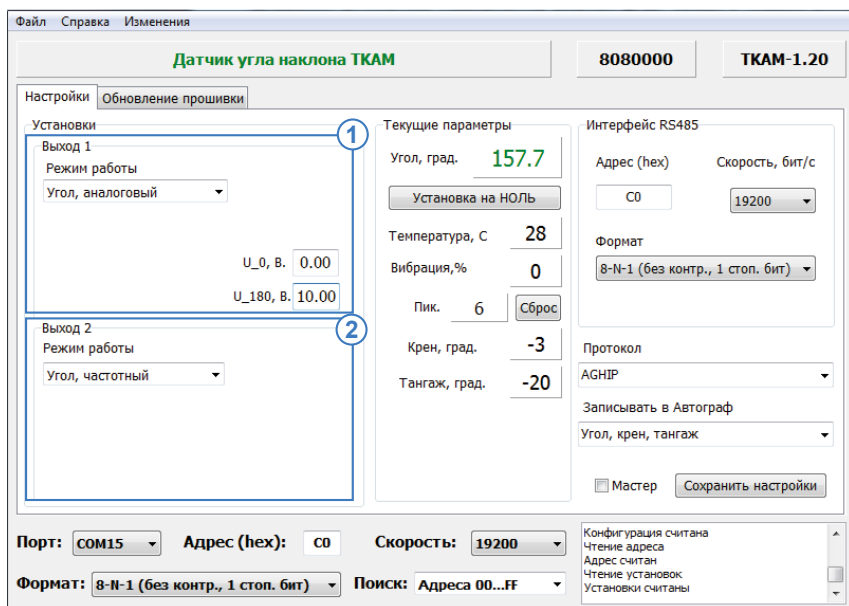

Рис.22. Настройка режимов «Аналоговый» и «Частотный».
**Режим «Угол аналоговый» выхода 1 (Рис.22, п.1).** В этом режиме на Выходе 1 датчика формируется напряжение, пропорциональное измеренному значению угла наклона. Для данного режима необходимо настроить напряжение, соответствующее нулевому углу – «U\_0, В» и напряжение, соответствующее углу 180° – «U\_180, В». Диапазон выходного напряжения должен быть задан с учетом входных характеристик устройства, к которому подключается датчик «ТКАМ».
**Режим «Угол, частотный» выхода 2 (Рис.22, п.2).** В этом режиме на Выходе 2 формируется импульсный сигнал (меандр) с частотой, пропорциональной измеренному значению угла наклона. Диапазон выходного сигнала в этом режиме – от 200 до 2000 Гц.